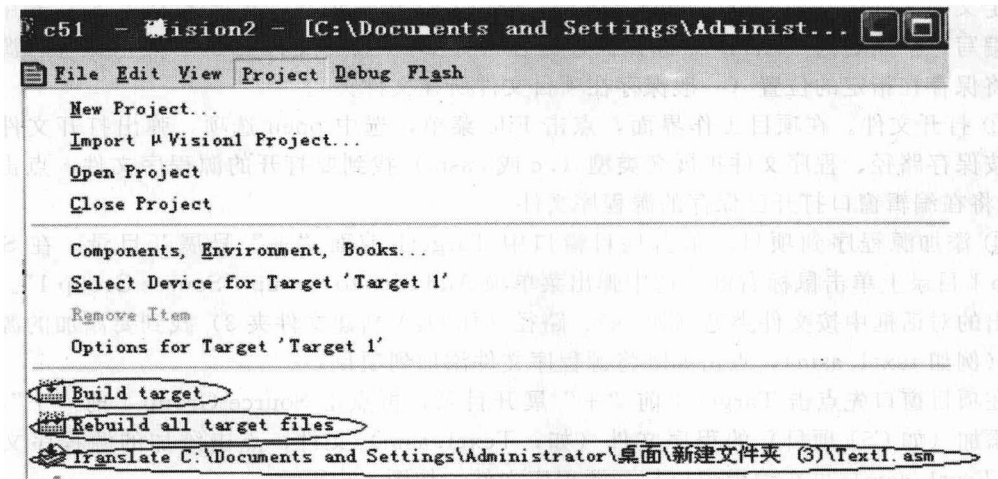
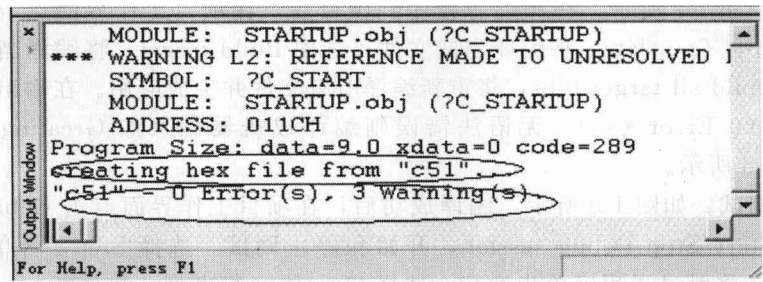

图 1-7 编译方式选择图
图 1-8 编译后输出窗口效果图
① 编译。如图 1-7 所示，在添加源程序到项目后，在项目工作界面点击 Project 菜单，在下拉菜单中选中 Translate，将编译当前文件；选中 Build target，将编译当前文件并生成应用；选中 Rebuild all target files，将重新编译所有文件并生成应用。在输出窗口可以观察有无语法错误（0 Error(s)）。无语法错误则编译成机器码（如 Creating hex file from “c51”）。如图 1-8 所示。